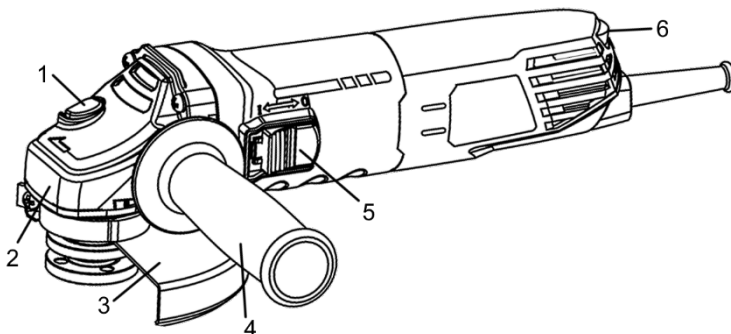
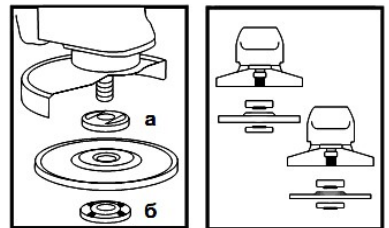

Рисунок 1
Рисунок 2
4.2 Міцно встановіть передню рукоятку (4, рисунок 1) у відповідний різьбовий отвір.
4.3 Встановіть захисний кожух (3, рисунок 1) у потрібне положення, залежно від виду роботи та диска, що використовується.
4.4 Встановіть на виріб шліфувальний або відрізний диск. Для цього натисніть на кнопку блокування шпинделя (1, рисунок 1) і поверніть його до такого положення, при якому він заблокується. За допомогою фланцевого ключа з комплекту постачання, відверніть і зніміть затискну гайку (6, рисунок 2). Встановіть шліфувальний диск на посадкове місце фланцевої шайби (а, рисунок 2), наживіть рукою затискну гайку на шпиндель і затягніть її ключем з комплекту постачання. Відпустіть кнопку блокування шпинделя і переконайтеся в тому, що вона вивільнена, шляхом дво- або триразового натискання. Проверніть диск і впевніться, що шпиндель розблокований. При встановленні диска з утопленим центром завжди розміщуйте його випуклою стороною до фланцевої шайби (дивіться рисунок 2).